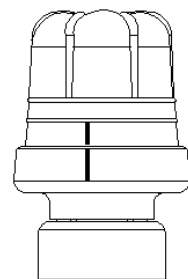

Рис. 4
3. Поворачивать колпачок вправо, пока он не войдет в паз. Пометки должны находиться друг напротив друга (см. рис. 4).
Правильное функционирование возможно только тогда, когда колпачок в позиции вентиля закрыт (см. рис.4)
Колпачок поворачивать вправо, пока пометки не станут друг напротив друга (см. рис. 4).